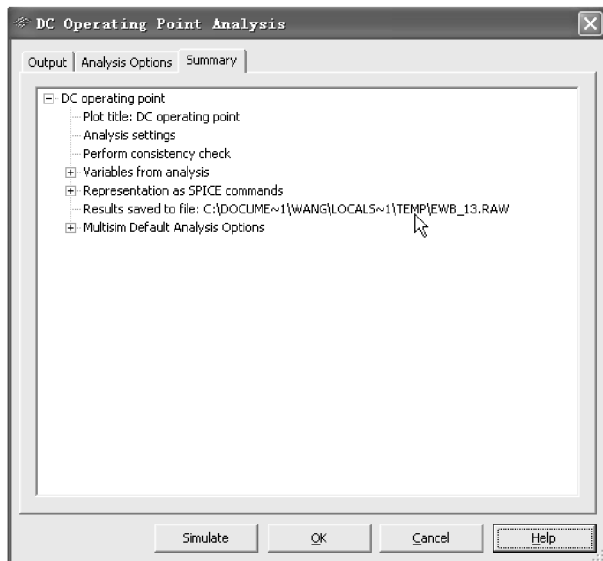

图 5-9 Summary 标签页
(3) Summary 标签页：对分析设置进行汇总确认，如图 5-9 所示。